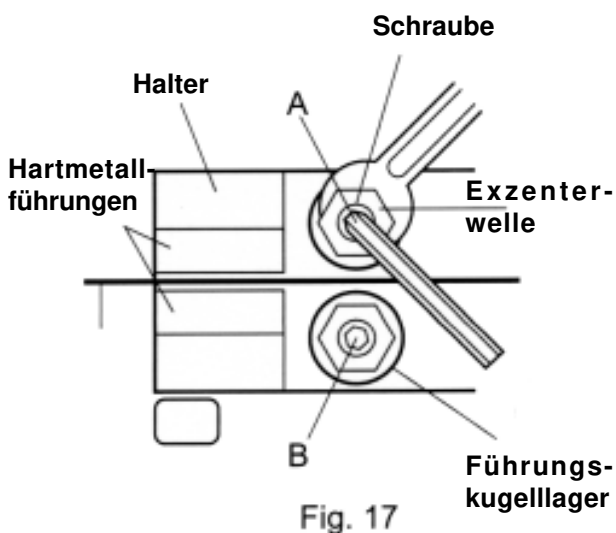
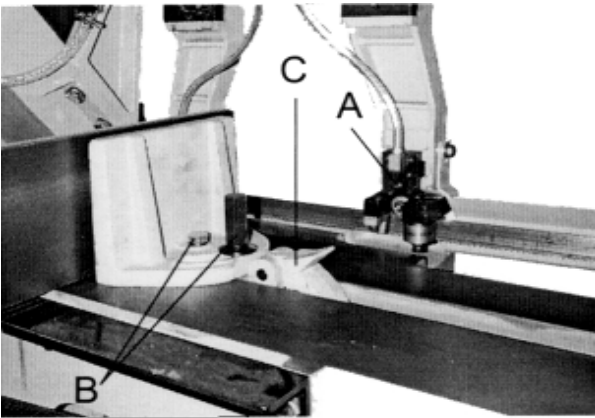

Fig. 17
Fig.18
Hinweis: Nur das Lager (A Fig. 17) ist einstellbar. Das Lager (B Fig. 17) ist fest.
2. Die Muttern wie in (Fig. 17) und (A Fig. 18) gezeigt lösen. Die Bandführungsklötze und Lager vom Sägeband lösen, damit dieses frei ist.
4. Die Muttern (A Fig. 17) festziehen. Nochmals kontrollieren, dass das Sägeband nicht zwischen den Lagern klemmt.
- Die Schrauben (A Fig.18) festziehen.
- Die Sicherungsklinke (C Fig.18) lösen und die Spannbacke wegfahren.